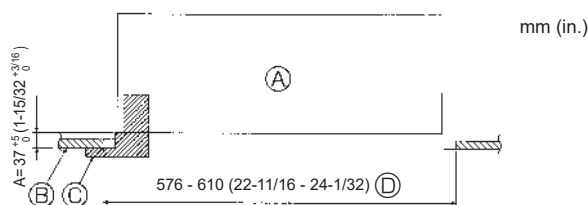

Fig. 10-2
10.3. Preparación para colocar la rejilla (Fig. 10-2)